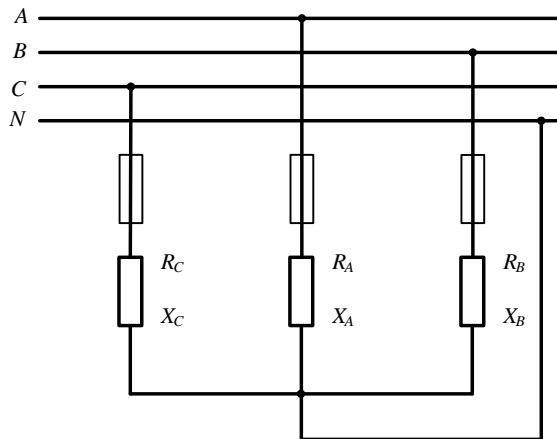

Рисунок 67
**Задача 64.** К трехфазной линии (рис. 67) с линейным напряжением  $U_L=380\text{В}$  подключены три одинаковых приемника, соединенные по схеме « звезда » с нейтральным проводом. Активное и реактивное сопротивление каждого приемника равны  $R_\phi=3\text{Ом}$ ,  $x_\phi=4\text{Ом}$ . Определить токи в фазах и нейтральном проводе, построить совмещенную векторную диаграмму напряжений и токов.